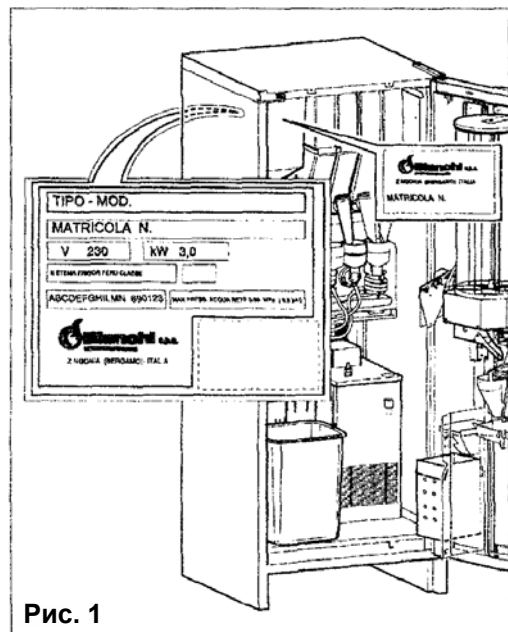

Рис. 1
- данные, зарегистрированные на табличке с серийным номером (рис. 1)